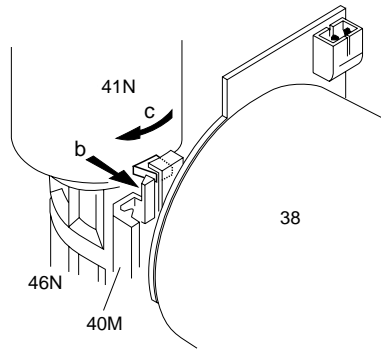

Fig. 17
- Décrocher le ressort (a) du galet presseur et l'enlever (Fig. 17).
- Dégager (b) le guidage (Pos. 41N) de la rainure du support de moteur de positionnement (Pos. 40M) et le tourner dans le sens des aiguilles d'une montre (c) jusqu'à ce que le galet presseur et le guidage (Pos. 41N) puissent être déverrouillés et retirés (Fig. 17).
- Unhook and remove the pressure roller spring (a, Fig. 17).
- Release the pressure roller guide (Pos. 41N) from the guide in the threading motor holder (b, Pos. 40M) and turn the pressure roller guide assembly clockwise (c) until the pressure roller and the guide (Pos. 41N) can be released and removed (Fig. 17).